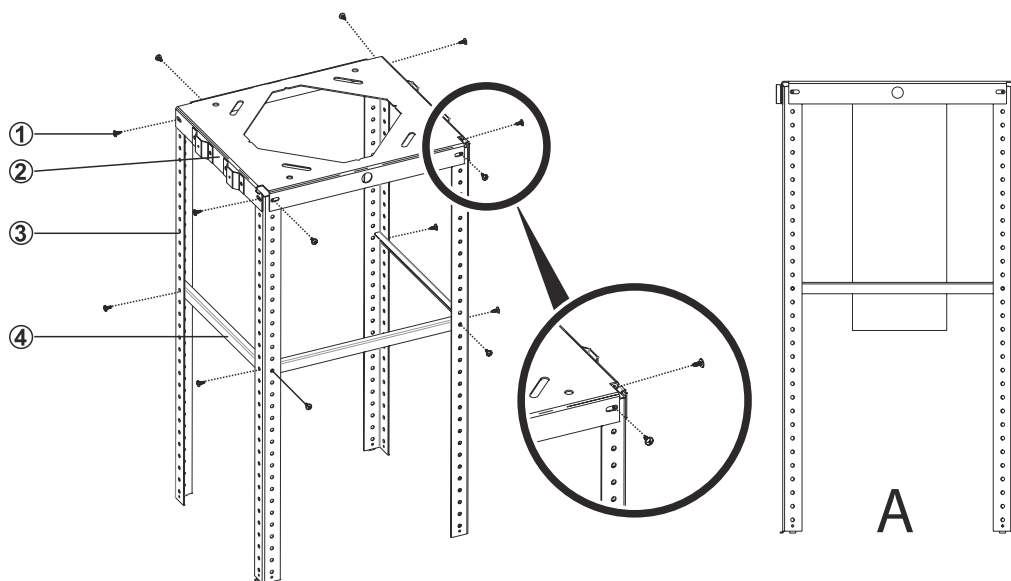

Fig. 12
- 1.** ➤ Installare le barre di sospensione del prodotto (3) alla piastra di sospensione a soffitto (2) con 8 viti a testa cilindrica 3.5 x 9.5 r (1) (Fig. 12)
- 2.** ➤ Installare le barre di sospensione del prodotto per bilanciare le componenti di bilanciamento della barra di sospensione (4) con 6 viti rysb 3.5 x 9.5 (1) (Fig. 12).
- 3.** ➤ Realizzare i collegamenti aria del prodotto (Fig. 12/A).